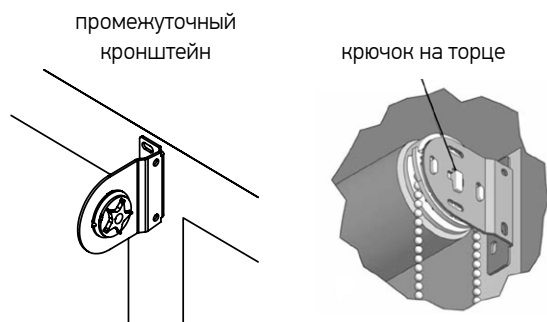

Рис. 8. Установка правого изделия
2. Разметить предполагаемые места установки кронштейнов, расстояние между которыми является шириной готового изделия. Место установки промежуточного кронштейна размечать таким образом, чтобы его наружная сторона оказалась на линии, до которой велись измерения при замере (Рис.8).
3. Прикрутить 2 саморезами* (при необходимости использовать дюбели*) каждый кронштейн, начиная с правого (Рис.8).